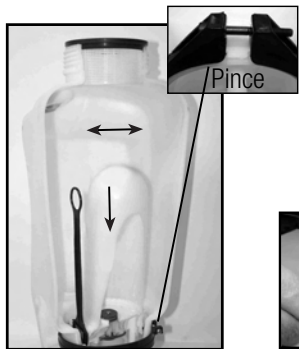

Figure 1
3. Retirez le filtre dans le réservoir du cylindre de pression (qui se trouve à l'intérieur du réservoir - fig.1).
5. Retirez la large pince retenant la chambre de pression et la cuve ensemble (fig. 1).
6. Faites basculer la chambre de pression d'avant à arrière et enfoncez pour le libérer de la cuve (fig. 1).